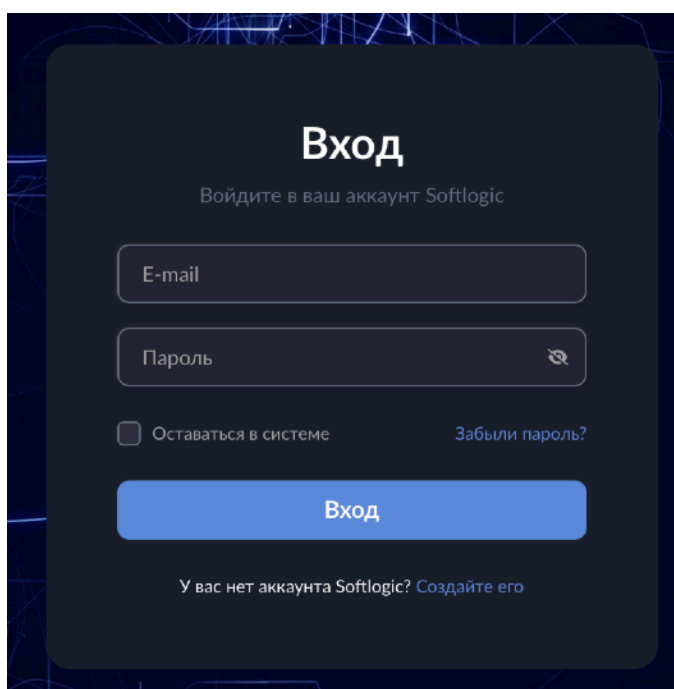

Рисунок 10 — Страница аутентификации на платформе
1. Открыть веб-браузер и перейти по адресу платформы. На странице аутентификации (Рисунок 10) ввести логин и пароль учётной записи поверителя, нажать кнопку «Войти».